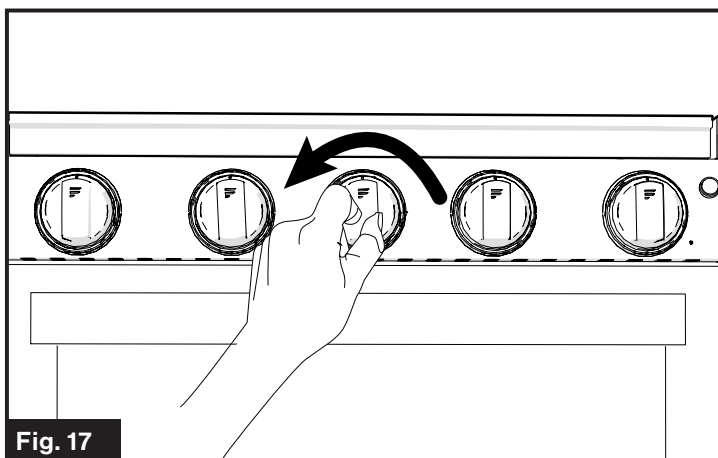

Fig. 17
4. Tournez le bouton de commande du brûleur pour régler la flamme au niveau souhaité. (Fig. 17)